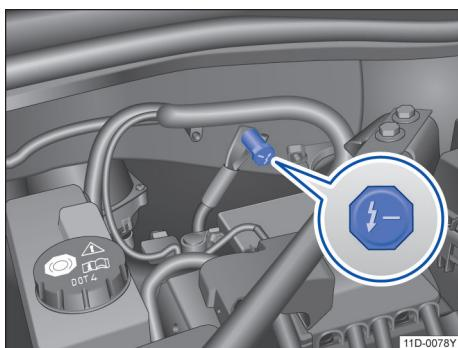

图 148 车身上的负极 (接地点)
由于车辆的车身接地，原则上前舱内的车身螺栓连接点（没有绝缘漆面覆盖）均可作为应急启动的负极（接地端）。（图中位置仅作举例示意→图 148 ②）